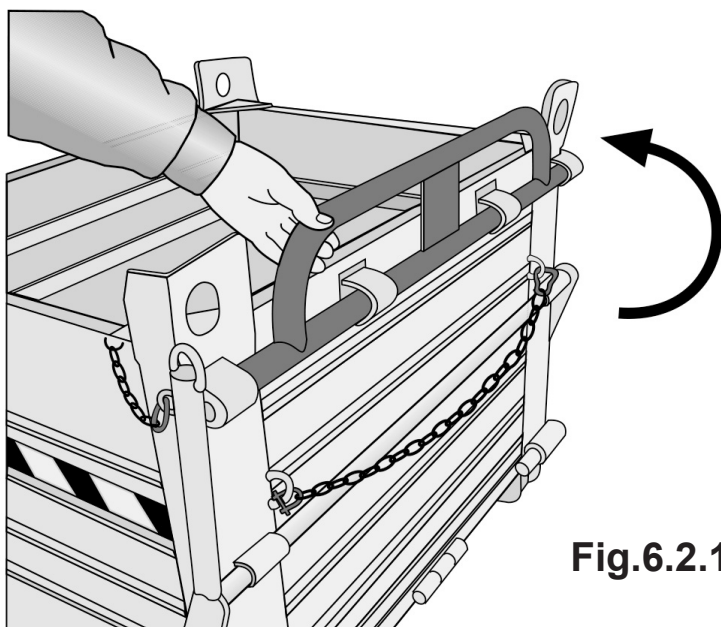

Fig.6.2.1 Sollevare le maniglie di inforcazione
- 6.2.1 Sollevare le maniglie di inforcazione (**fig. 6.2.1**).